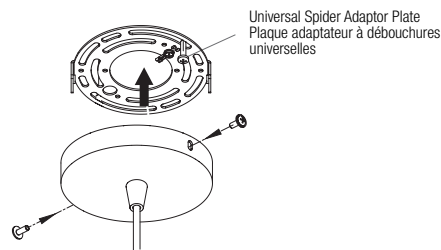

Fig. 2b
4. Remove the Universal Spider Adaptor Plate from the luminaire by unscrewing the two side canopy screws (Fig. 2b).
4. Retirez la plaque adaptateur à débouchures universelles du luminaire en dévissant les deux vis latérales du pavillon de recouvrement (Fig. 2b).